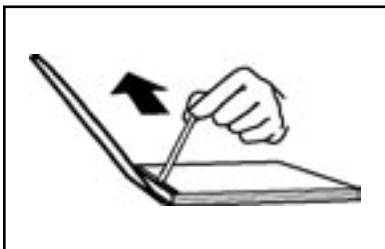

ABBILDUNG 17
10. Drehen Sie das Buch um und wiederholen Sie den Schritt 9 (siehe Abbildung 17).